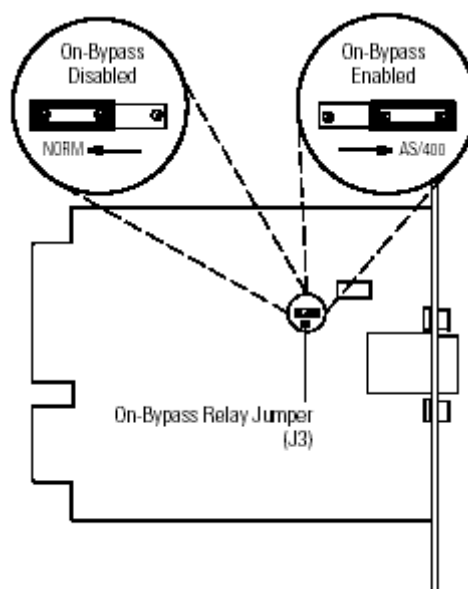

Рисунок 24. Переключка релейного контакта На Байпасе
2. Чтобы включить релейный контакт На Байпасе, переставьте переключку J3 в положение AS/400 как показано на рис. 24